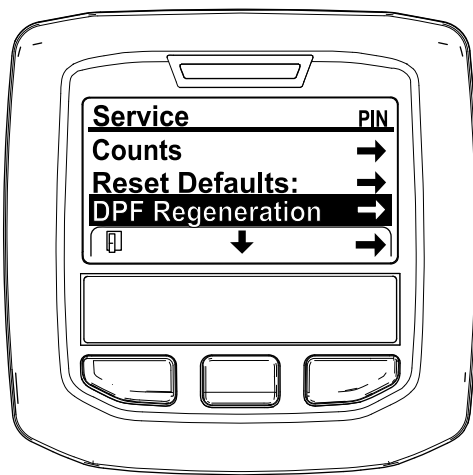

図 50
3. 整備メニューSERVICE MENUで、中央ボタンを押してDPF 再生DPF REGENERATIONへ移動し、右ボタンでDPF 再生DPF REGENERATIONを選択する 図 50。